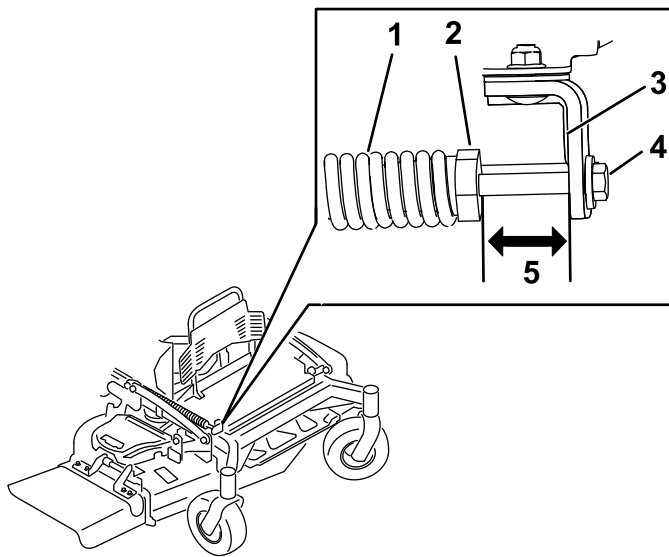

図 86
2. スプリングのナットとホイール取り付けブラケット後部との間の距離を測定する 図 86。
3. 図 86に示すように、適正距離は、47-50 mm である。
4. 調整が必要な場合は、ブラケットの前側にある調整ボルトを使用する 図 86。